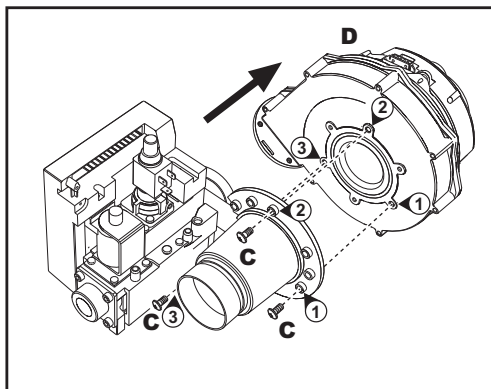

fig. 56 - modèle ENERGY TOP B 125 - 250
6. Dévisser les vis "C" et débrancher le ventilateur "D" (fig. 56 - uniquement modèle ENERGY TOP B 125 - 250)